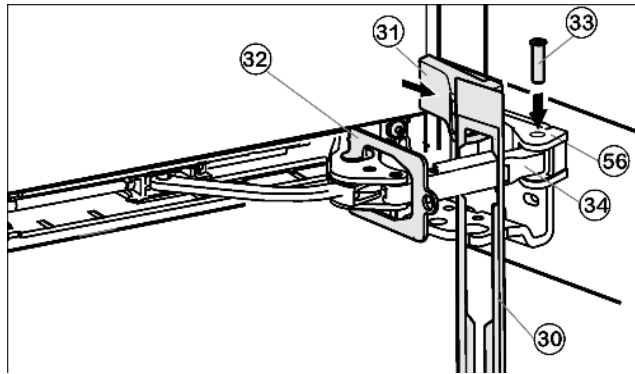

Fig. 20
- ▶ Навесьте накладку Fig. 20 (30) на амортизационную скобу таким образом, чтобы передние защелки показывали вперёд, а передняя сторона была направлена к устройству.
- ▶ Притяните амортизационную скобу Fig. 20 (34) к опорной детали Fig. 20 (56) и сверху вставьте палец Fig. 20 (33) таким образом, чтобы квадратная головка сидела в углублении.
- ▶ Установите и защелкните крышку Fig. 20 (31).
- ▶ Поверотом снимите фиксатор Fig. 20 (32).
- ▶ Защелкните накладку Fig. 20 (30) на дверце.